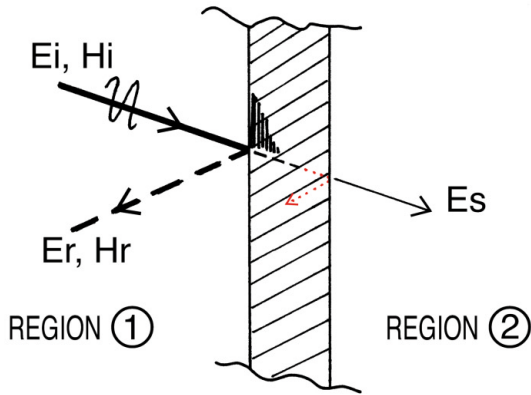

Fig. 2 Pertes par absorption
L'efficacité de blindage totale **EB** (dB) est donc la somme des deux termes **R** et **A** (dB) dont on voit l'allure sur les **Figures 2 et 3**.
*Hence, the total shielding effectiveness **SE** (dB) is the summ of the terms **R** and **A** dB whose values are shown on **Fig. 2 and 3**.*